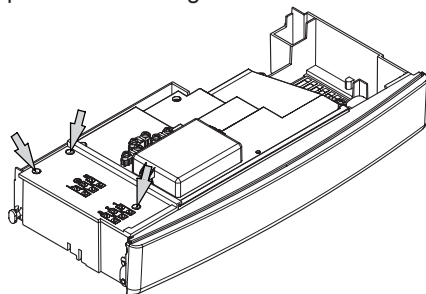

Fig. 5.17
- Svitare le viti e rimuovere il coperchio copri morsetteria Fig. 5.17.